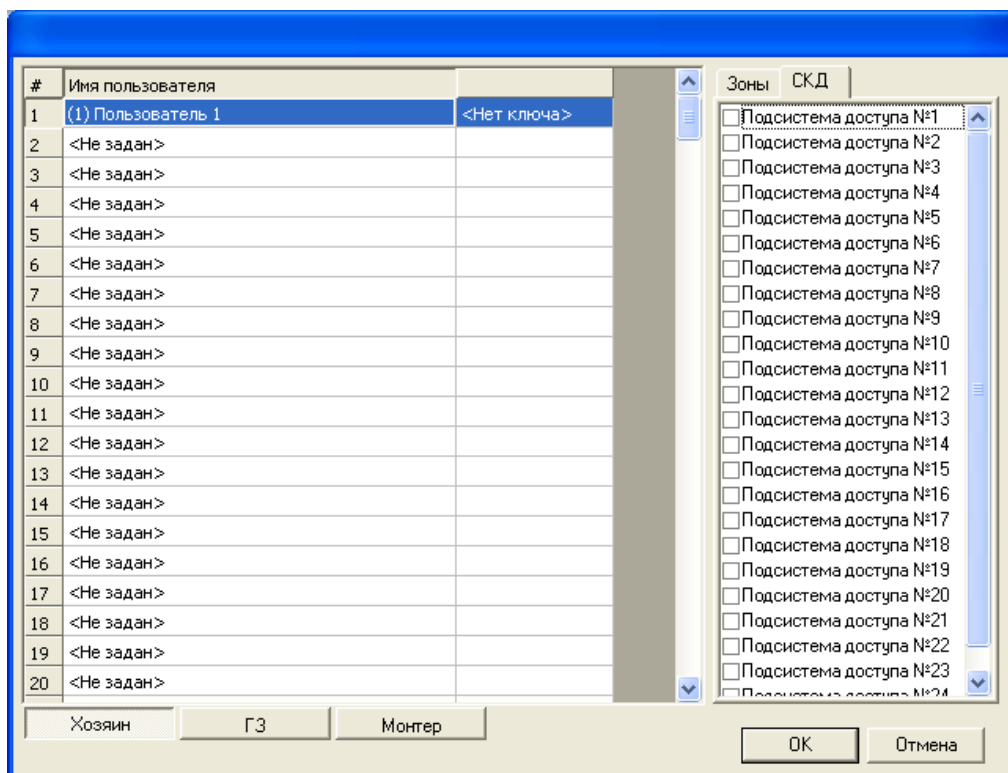

Рис. 3.3—11 Выбор подсистем доступа
- 4.3 На вкладке **СКД** выбрать необходимые подсистемы доступа (см. Рис. 3.3—11).
- Для сохранения ключей пользователей и возврата на панель настроек объекта **Контроллер** необходимо нажать кнопку **OK** (см. Рис. 3.3—10, 3).
*Примечание.* Для возврата на панель настроек объекта **Контроллер** без сохранения изменений необходимо нажать кнопку **Отмена** (см. Рис. 3.3—10, 4).